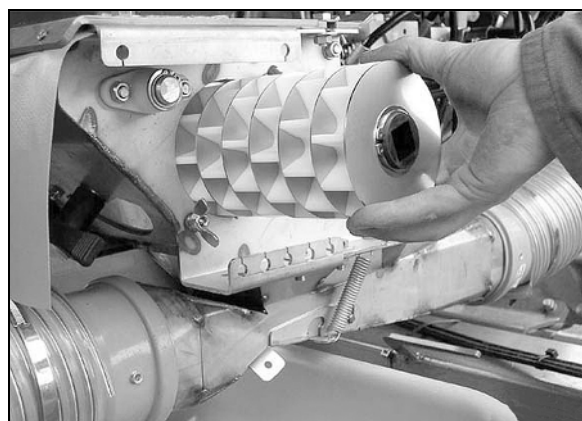

Рис. 59
3. Вставьте лотки для установки сеялки на норму высева в крепление (Рис. 59) и разместите под каждым дозатором.